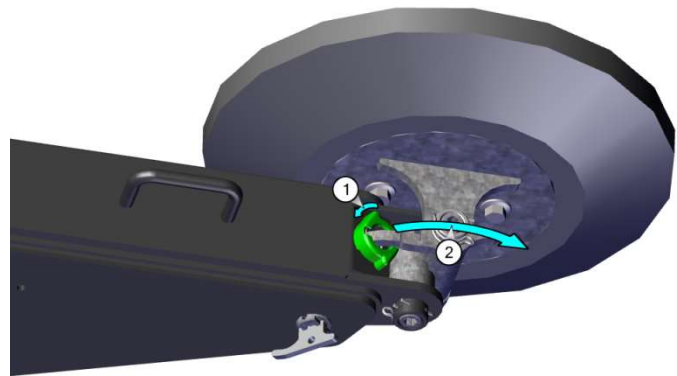

Abbildung 35
Halten Sie das Fußteil Stützfüße beim Entriegeln gut fest – es besteht Quetschgefahr der Finger (*siehe auch Abbildung 35*).
- Halten Sie den Kunststoff-Fußteil des Stützfußes mit einer Hand fest, und drehen sie mit der anderen Hand den Kunststoffring nach rechts (siehe Abbildung 35). **ACHTUNG!!** Aufgrund der Quetschgefahr für die Finger das Fußteil des Stützfußes gut festhalten.